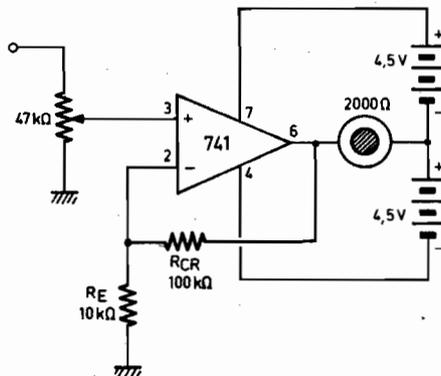

Fig. 11. - Amplificateur pour écouteur.
Le schéma de la figure 11 indique le montage d'un ampli opérationnel (741) utilisé en amplificateur BF pour écouteur de 2 000  $\Omega$ .